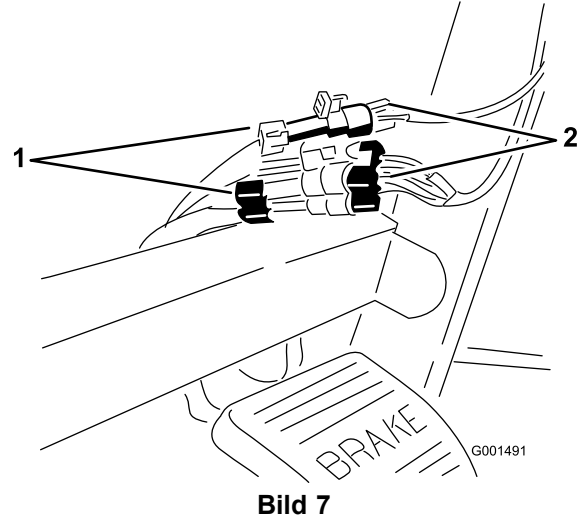

Bild 7
- Schließen Sie die Spray Pro-Kabelanschlüsse an die Kabelanschlüsse unter dem Armaturenbrett an (Bild 7).